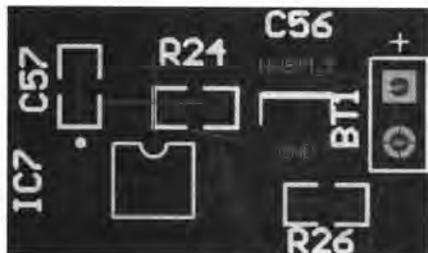

图 11-23 直接单击选取
- [2] 移动光标到某一需要查看的元器件上，如“R24”，单击选取，如图 11-23 所示。